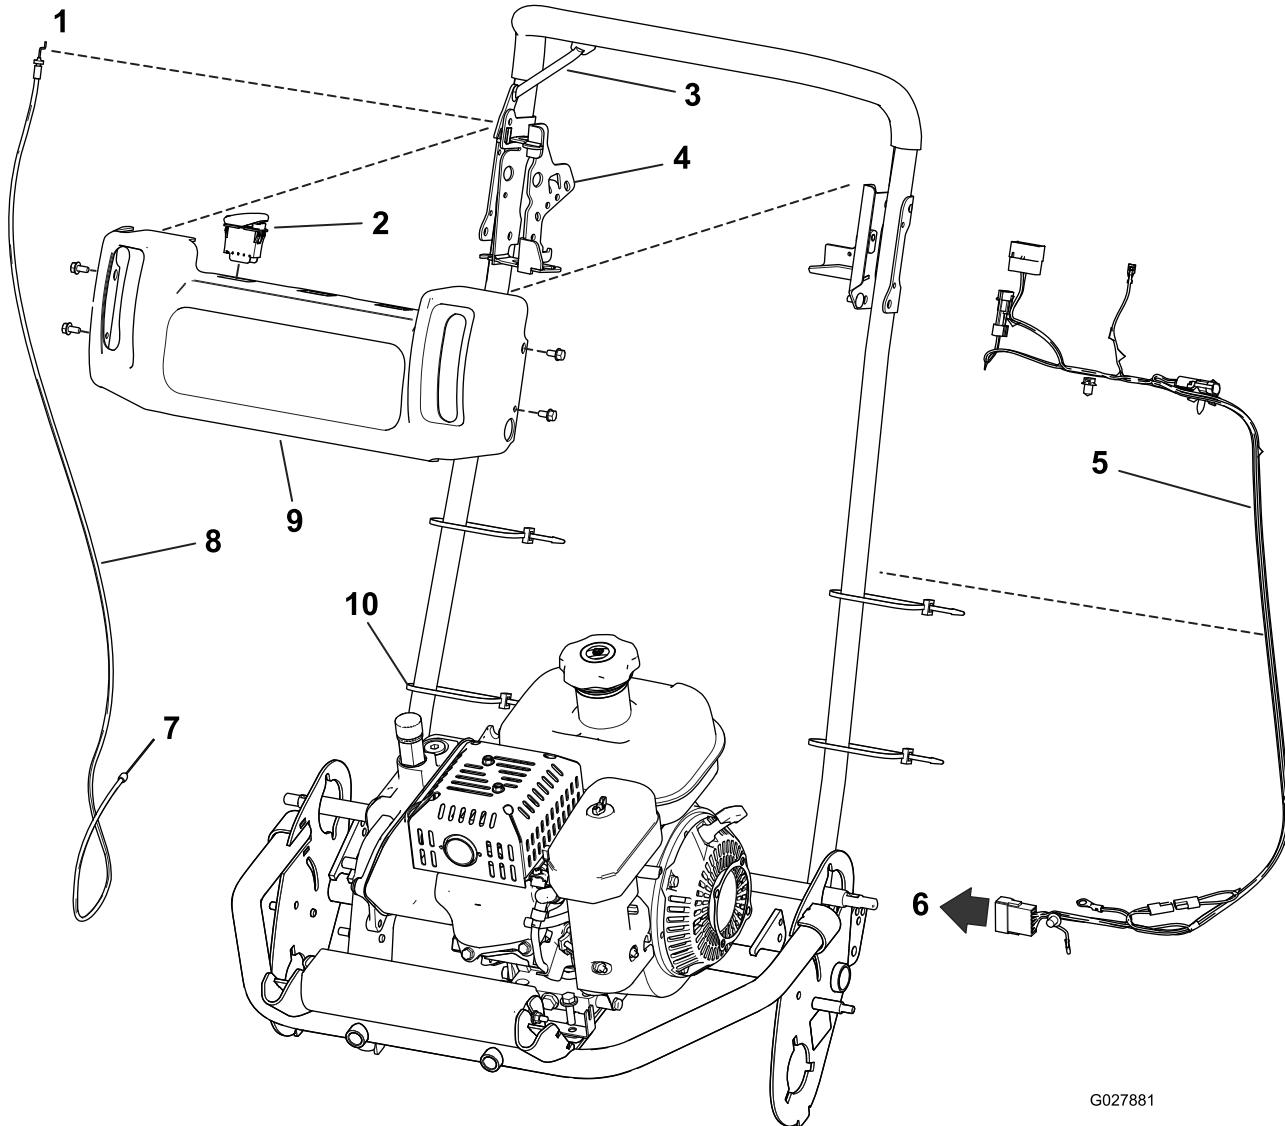

図 11
- 新しい走行ブラケットをハンドルに取り付ける先ほど外したねじ類を使用する 図 11。
- 外してあった走行レバーとケーブルを取り付ける取り付け具は再利用する 図 11。
- 新しいスロットルレバーとケーブルを取り付ける先ほど外したねじ類を使用する 図 11。
- 先に取り外しておいたコンソールカバーとハンドルグリップとを取り付ける 図 11。
- ワイヤハーネスをインタロックモジュールに取り付け、ハーネスをハンドルの左側まで配線する 図 11。
- コンソールにエンジンスイッチを取り付け、ワイヤハーネスに接続する 図 11。
16. ケーブルとワイヤハーネスをハンドルに固定する新しいケーブルタイ4本を使用する 図 11。